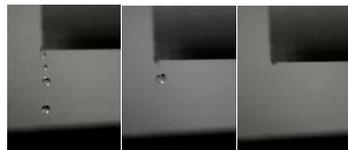

図4 液垂れありの様子
- 液垂れの解析結果(図4、5、表1)内面の溝の効果はないが、側面の溝は液垂れ防止効果あり